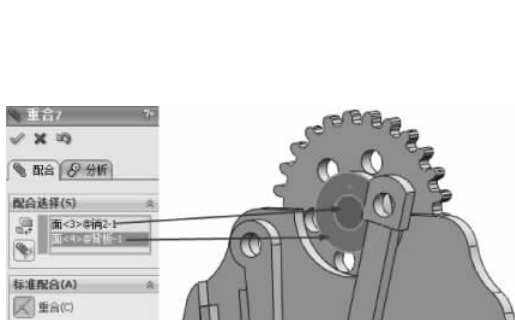

图 3-152 重合配合
(15) 继续进行配合约束, 选择【标准配合】选项组下的【重合】配合类型 , 在【要配合的实体】选择框  中选择如图 3-152 所示的面, 其他保持默认, 单击【确定】按钮 , 完成重合配合。